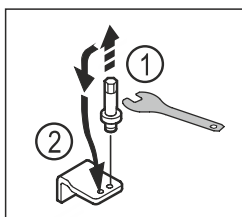

Fig. 17
- ▶ Skru boltten af det nederste hængsel med en SW5-unbrakonøgle. Fig. 17 (1)
- ▶ Indsæt boltten på den modsatte side. Fig. 17 (2)